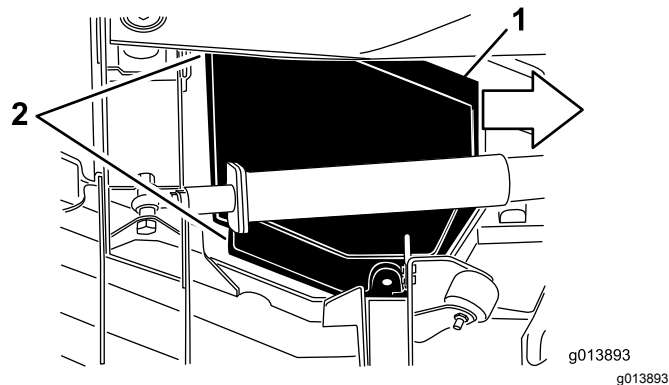

Рисунок 75
5. Подняв крышку, сдвиньте ее к тяговому блоку примерно на 2,5 см, чтобы отсоединить наружный край крышки от деки (Рисунок 75).